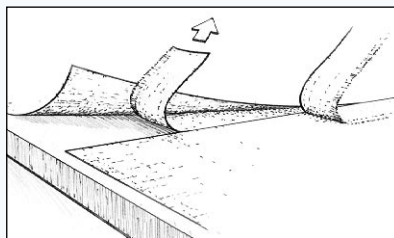

Figura 27 Rimuovere la rifilatura più in alto, sollevare l'angolo di taglio opposto e rimuovere la rifilatura sovrapposta.
c) Rimuovere la rifilatura superiore, quindi sollevare l'angolo di taglio opposto per rimuovere la rifilatura sovrapposta (*Figura 27*).